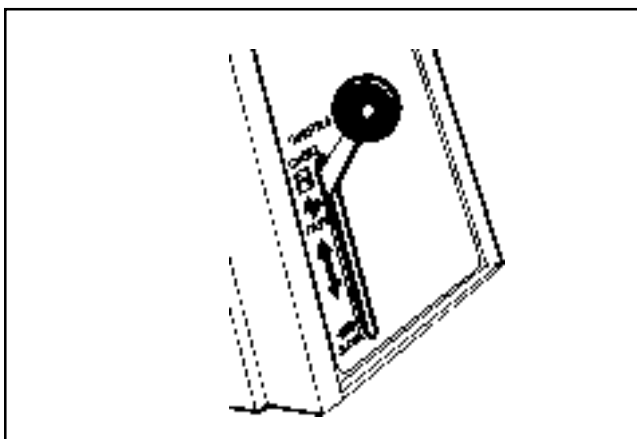

Figure 5-16. Position de la commande de l'accélérateur pour le démarrage du moteur.
- Si le moteur est froid ou chaud** – Placer la commande de starter/accélérateur sur la position « fast/choke on ». Ceci place également le starter sur la position d'activation « ON ». Voir la Figure 5-16.